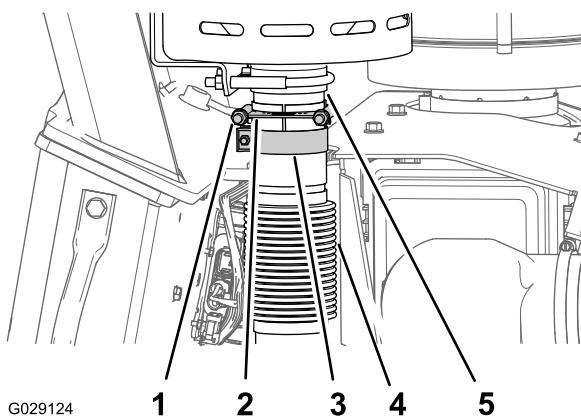

Figura 8
2. Remova a abraçadeira "U" e a abraçadeira tipo guilhotina que fixam o silencioso ao tubo de escape do turbocompressor (**Figura 8**).